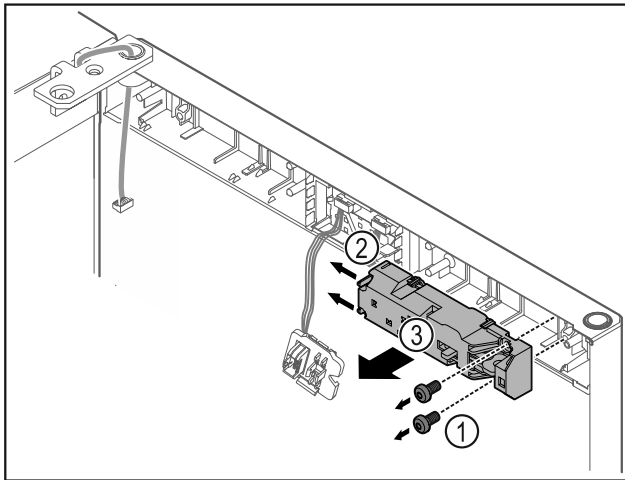

Fig. 18
- ▶ Schrauben Fig. 18 (1) entfernen.
- ▶ Rastnasen Fig. 18 (2) zur Seite drücken und Fernschloss Fig. 18 (3) abnehmen.